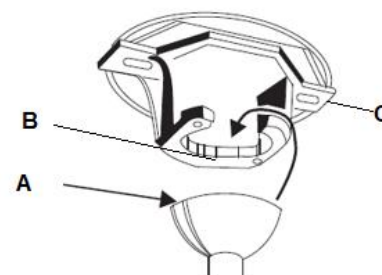

Fig. 7
Levante el conjunto del ventilador y móntelo en el soporte mural. Asegúrese de que la ranura de registro (A) de la bola de la tija esté posicionada sobre el tope (B) del soporte mural (C) para que el ventilador no pueda girar cuando esté funcionando. **Fig. 7**